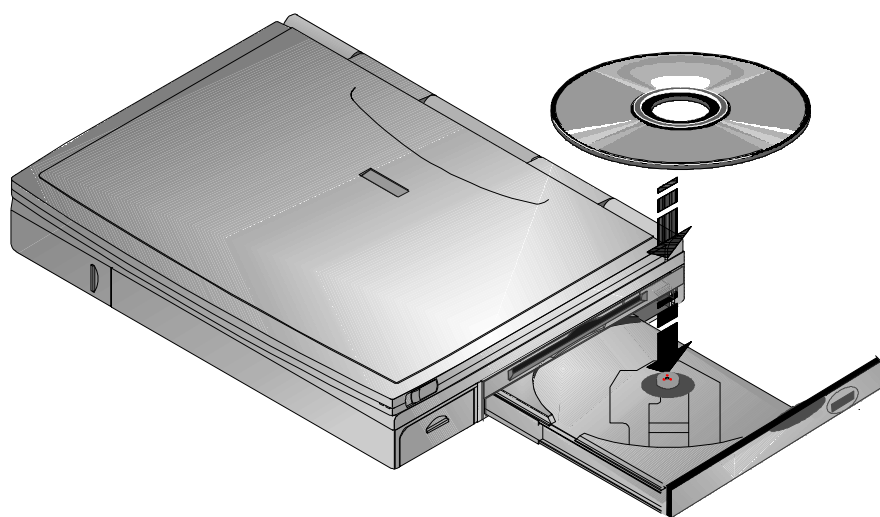

Figura 6-6: Caricamento di un CD nel modulo combinato
2. Inserire il disco nel cassetto con l'etichetta del CD rivolta verso l'alto (figura 6-6).